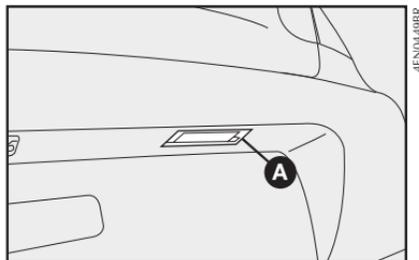

fig. 26
1) retirar los portalámparas forzando levemente con destornillador en el punto **A-fig. 26**;